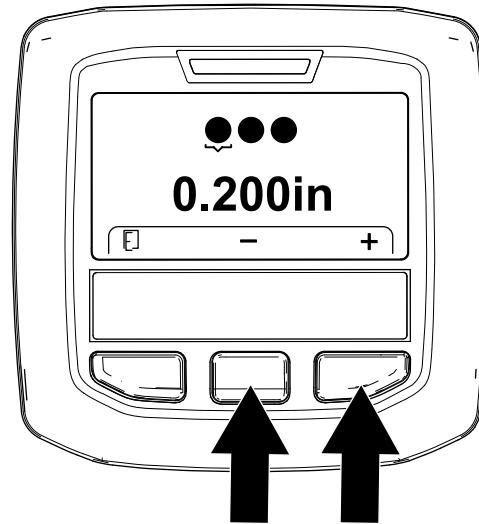

Bild 59
5. Stellen Sie den Tines-Durchmesser (Bild 59) wie folgt ein: